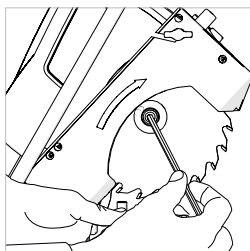

Fig. 29
- Entfernen Sie die Nabenbefestigungsschraube mit dem mitgelieferten Sechskantschlüssel. (**Abb. 29**)